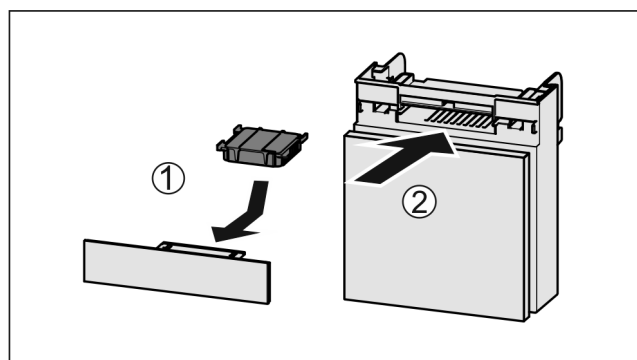

Fig. 66
- ▶ Установите фильтр с активированным углем, как показано на рисунке Fig. 66 (1).
- ▶ Вставьте отделение Fig. 66 (2).